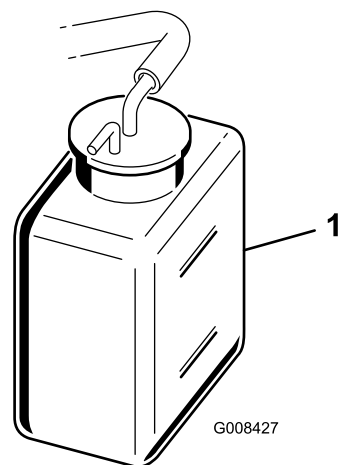

Figura 44
2. Controllate il livello del refrigerante (Figura 44).